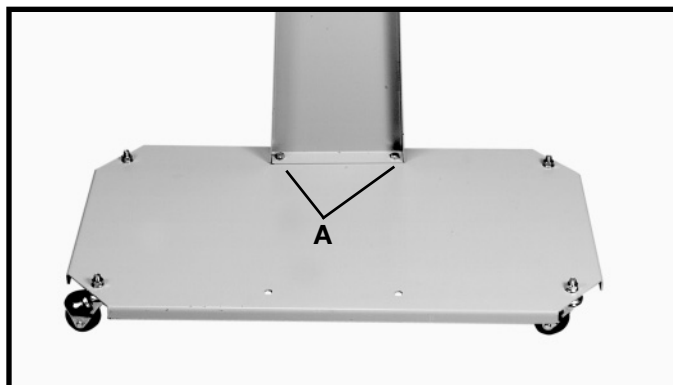

Fig. 6
2. Alinee los dos agujeros que están en la parte inferior del soporte lateral (B), Fig. 6, con los dos agujeros (A) de la base.
3. Introduzca un tornillo de cabeza hexagonal de 5/16-18x3/4" (A), Fig. 6, a través de cada agujero que está en el soporte lateral y en la base.